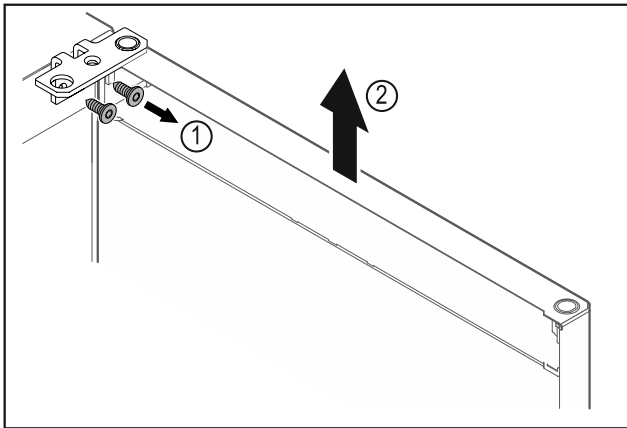

Fig. 12
- Skru av hengselvinkelen Fig. 12 (1).
- Løft døren og hengselvinkelen Fig. 12 (2) ca. 200 mm rett opp, og ta den av.